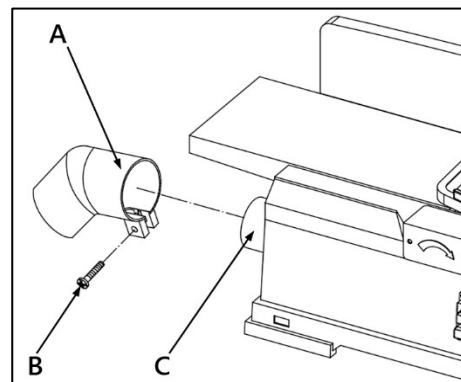

Рисунок 5.
Для сборки системы – наденьте патрубок стружкоотвода (A) (рис. 5) на встроенный желоб для отходов резания (C) и зафиксируйте при помощи винта (B).